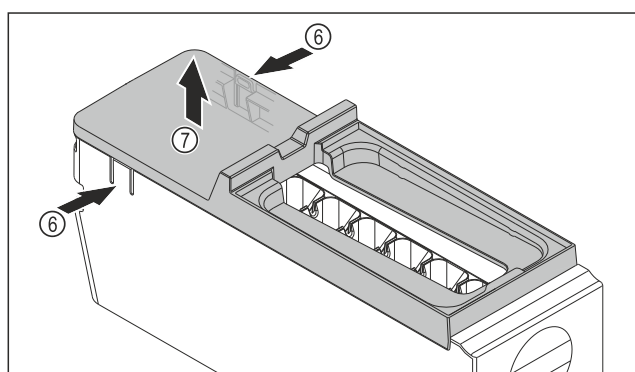

Fig. 142
- ▶ Afdekking van de EasyTwist-Ice-corpus wegnemen: Strips Fig. 142 (6) aan beide zijden van de EasyTwist-Ice-corpus met een hand indrukken.
- ▶ Afdekking Fig. 142 (7) met de andere hand van bovenaf wegnemen.